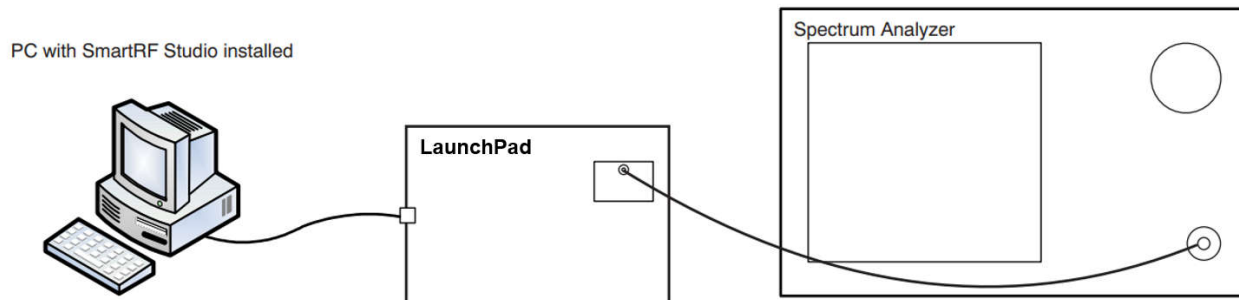
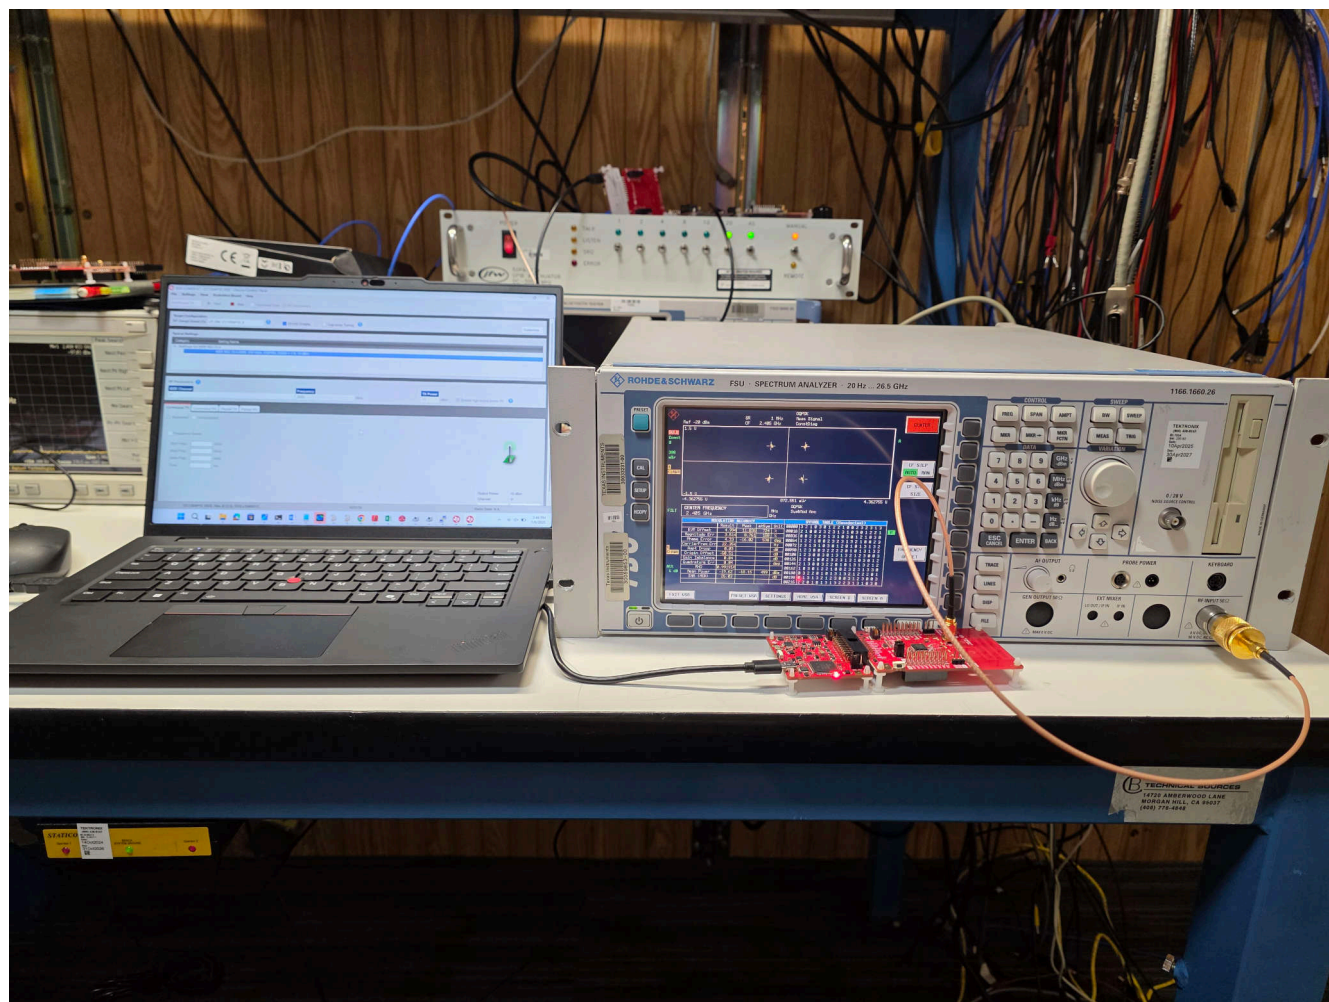
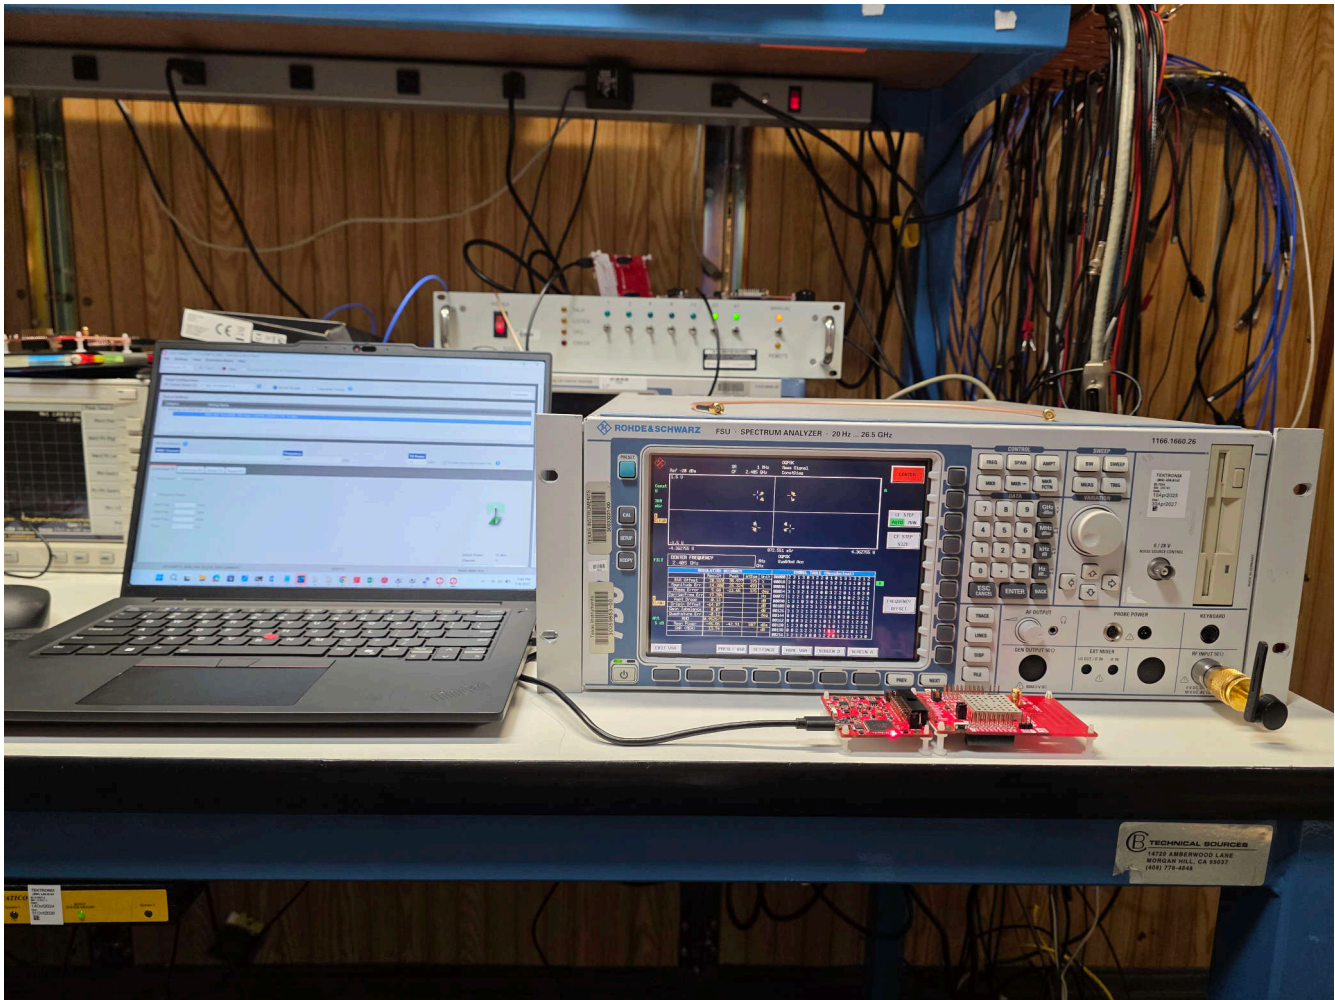

図 7-10. 誤差ベクトル振幅テスト設定図
図 7-11. SMA コネクタを使用した誤差ベクトル振幅テストのベンチ設定
図 7-12. アンテナを使用した誤差ベクトル振幅テストのベンチ設定
テスト環境: 図 7-10 に、EVM テストの設定を示します。図 7-10
- ステップ 1: 図 7-10 および 図 7-11 に示すように、またはアンテナを使用する場合は 図 7-12 に示すように機器を接続します。